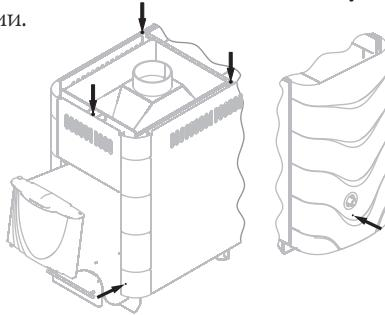

Рисунок 13. Саморезы для демонтажа конвектора печи «Компакт 2013 Б»
3. Снять конвектор, открутив 6 саморезов (рисунок 13)